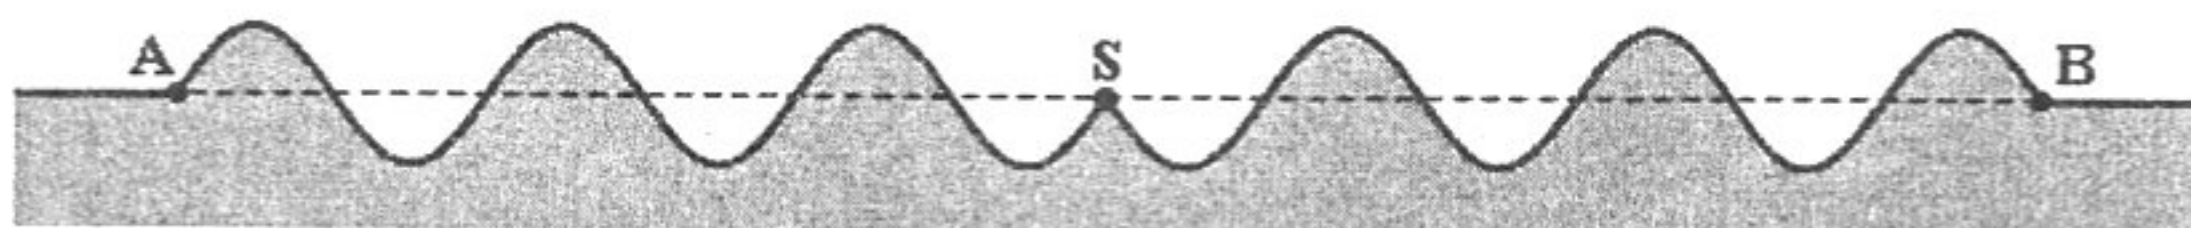

figure 7
- 2- La courbe de la **figure 7** représente une coupe de la surface de l'eau par un plan vertical passant par  $S$  à un instant  $t_1$ . A cet instant, l'élongation de  $S$  est nulle.
- b- En exploitant la courbe de la **figure 7**, déterminer la valeur de  $\lambda$ . En déduire celle de la célérité  $v$  de l'onde.